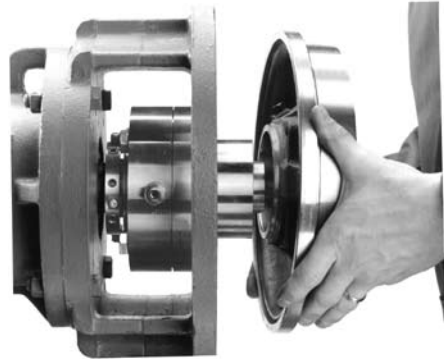
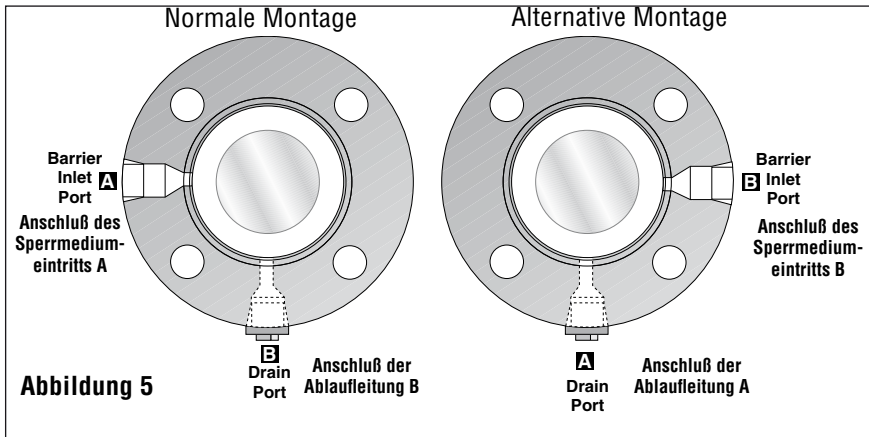

Abbildung 4
Abbildung 5
- 6.3 **Pumpen-Rückwand einbauen**, siehe Abbildung 4. **Positionieren Sie den Sperrmediumseintritt am Dichtungsflansch**, Anschluß **A**, gemäß Abbildung 5 in der 9-Uhr-Position und die verschlossene Ablaufleitung, Anschluß **B**, in der 6-Uhr-Position, wenn Sie eine normale Montage vornehmen. Einige Pumpen benötigen eine andere Positionierung des Flansches, z. B. solche Pumpen, bei denen das Lagergehäuse nicht zu den Rohrleitungen paßt.
- 7.2 **Schließen Sie die Sperrgasversorgung nach Plan 74** (wie in Abb. 8 gezeigt) an den Anschluß für den Sperrgaseintritt an, vgl. Abb. 5. Das Manometer und
- 7.3 **Verschließen Sie die Ablaufleitung** (siehe Abb. 5), oder bringen Sie ein Trennventil an.